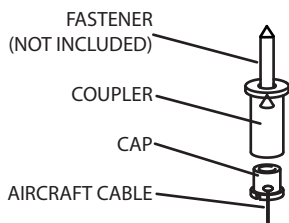

FIG 2
3. FASTEN THE CAPS TO THE COUPLERS (SEE FIG 2)